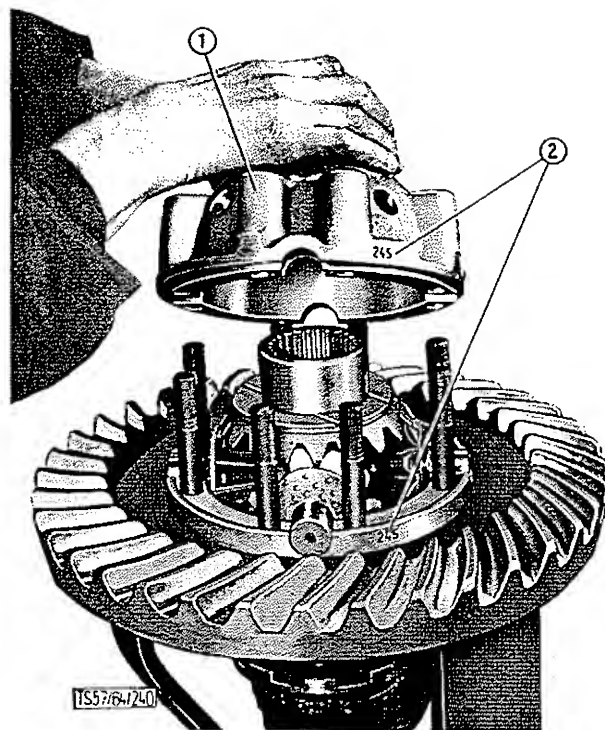

BILD 28: Ausgleichsgehäuse-Zusammenbau
4. Das 2. große Ausgleichskegelrad mit Zwischenscheibe auf die im Gehäuse eingebauten kleinen Kegelräder auflegen und die linke Gehäusehälfte anflanschen. Auf das Fluchten der Markierungen ist zu achten (Bild 28).